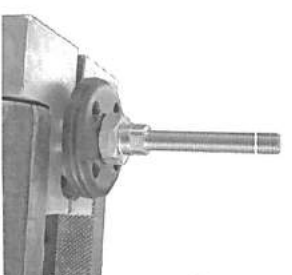

Bild 4
- 3.6. Vorhandene Federbeinplatte und neue Spezial-Federbein-Gewindestange auf Federbein aufschrauben und mit Kontermutter sichern (**Bild4**).